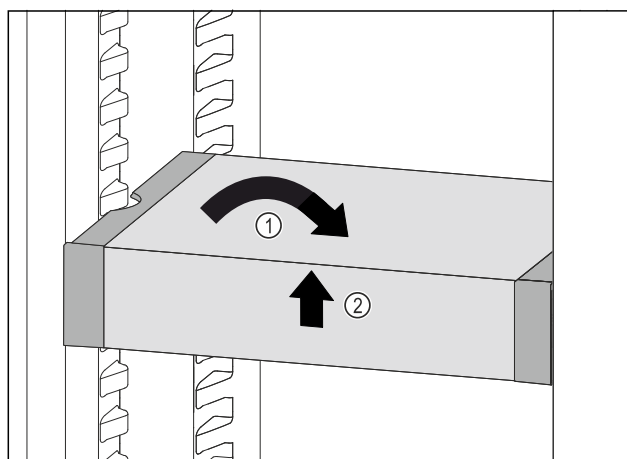

Fig. 103
- Coloque el VarioSafe en posición recta. Fig. 103 (1)
- Levante el VarioSafe por delante. Fig. 103 (2)